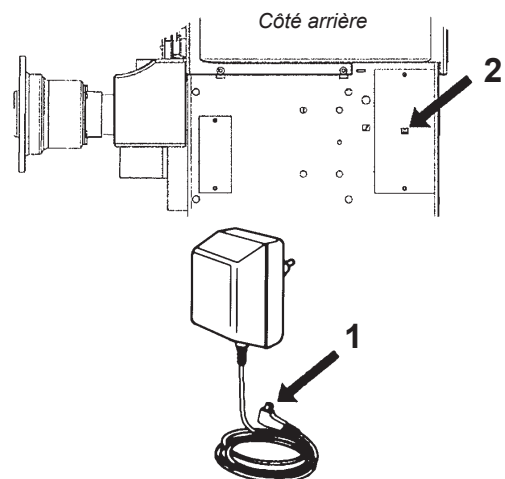

Figure 8a
- Brancher la prise d'alimentation de sortie (1, Figure 8a) de l'adaptateur dans la fiche d'alimentation de l'équilibreuse (2).